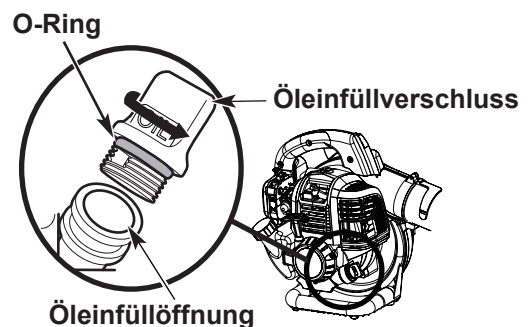

Abb. 9
3. Reinigen Sie den Bereich rund um die Öleinfüllöffnung (Abb. 9), um zu verhindern, dass Unrat in die Öleinfüllöffnung gelangt.
Hinweis: Stellen Sie sicher, dass der O-Ring auf dem Öleinfüllstopfen sitzt. (Abb. 9)
1. Reinigen Sie den Bereich rund um die Öleinfüllöffnung (Abb. 9), um zu verhindern, dass Unrat in die Öleinfüllöffnung gelangt.
Hinweis: Stellen Sie sicher, dass der O-Ring auf dem Öleinfüllstopfen sitzt (Abb. 9).